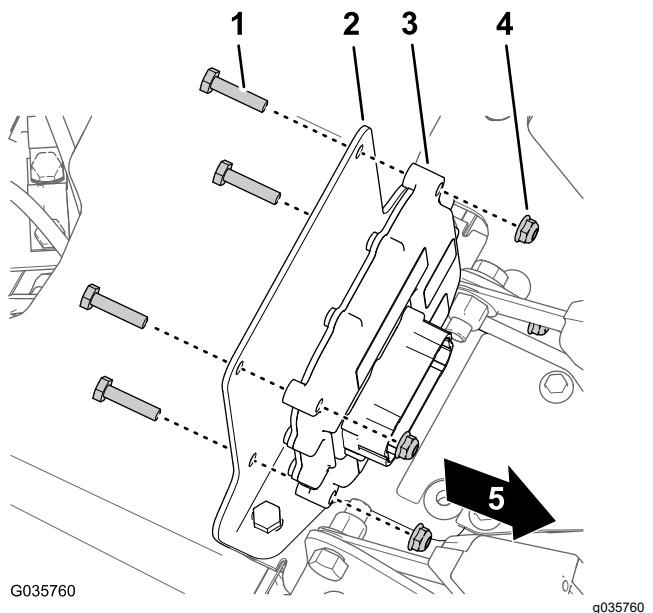

Рисунок 32
2. **На машинах выпуска 2015 г. и более ранних моделях** найдите выбивную заглушку между внутренними сторонами креплений ремней безопасности оператора и пассажира и удалите заглушку из основания консоли (Рисунок 32).
3. Прикрепите электронный контроллер к монтажному кронштейну (Рисунок 32) с помощью 4 болтов ( $\frac{1}{4} \times 1\frac{1}{8}$  дюйма) и 4 контргаек ( $\frac{1}{4}$  дюйма).